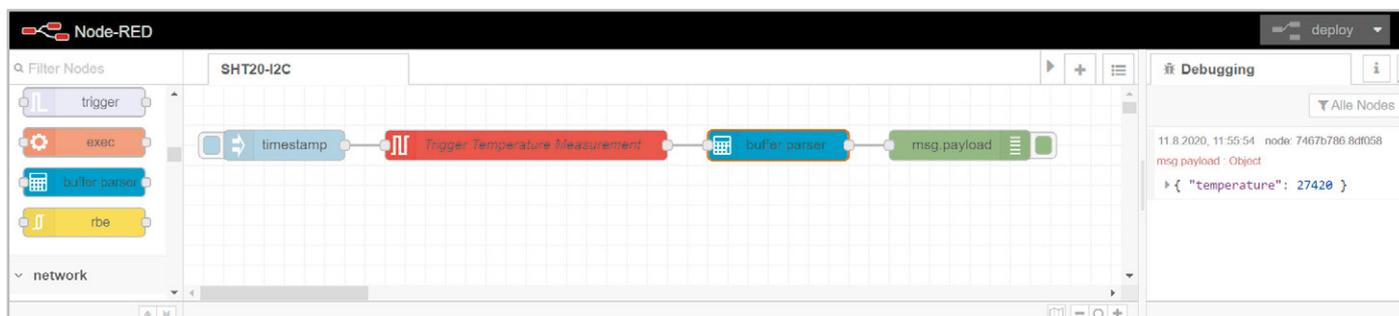

Bild 16: Der Ausgabewert wird mit der `buffer-parser`-Node automatisch umgerechnet.
Wir ziehen den neu vorhanden `buffer-parser`-Node in den Editor und verändern die Einstellung bei Output auf `key/value` und den Namen des Keys von `item1` auf `temperature`. Dann hängen wir einen `debug`-Node an, verbinden alles, deployen den Flow und lösen wieder eine Messung aus (Bild 16). Wir haben damit nicht nur automatisch den 2-Byte-Wert berechnet, sondern gleichzeitig auch als im JSON-Format vorliegendes Key-/Value-Pair zur einfachen Weiterverarbeitung erzeugt.